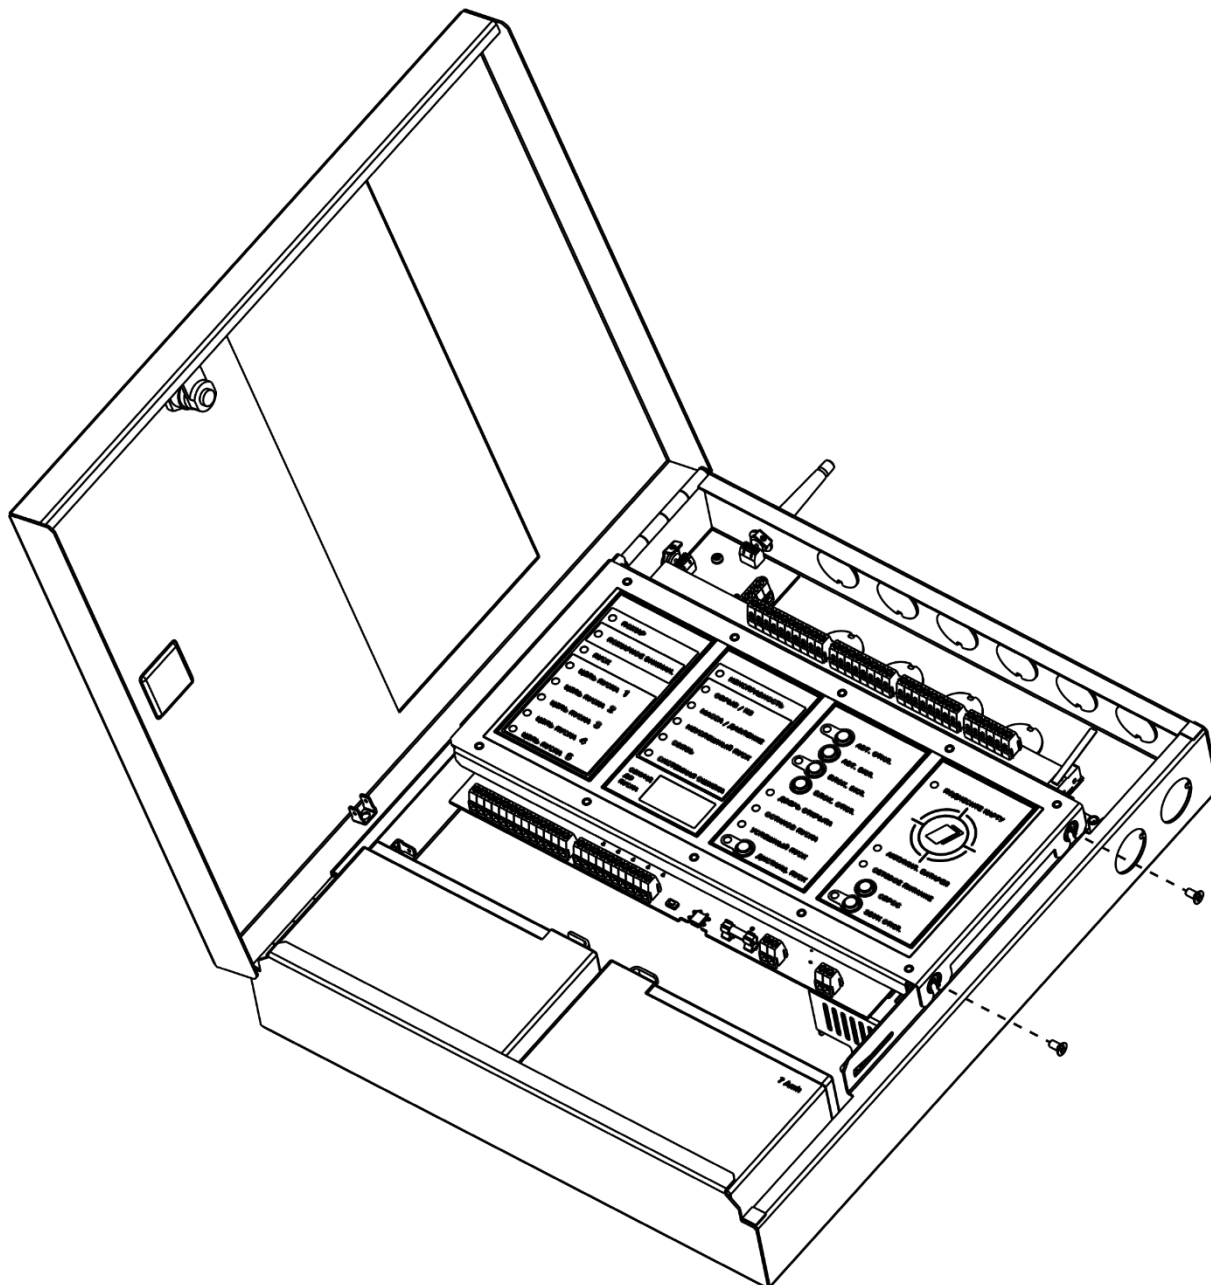

Рис. 66
- б) Подключить провода к соответствующим колодкам, закрыть и зафиксировать основной модуль с помощью двух винтов (рис. 66).